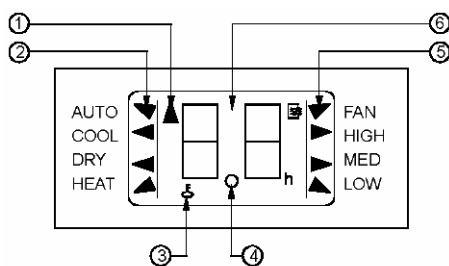

Fig. 2
**REMARQUE** : La figure 2 montre tous les affichages à titre d'illustration, mais pendant le fonctionnement, seuls les aspects relatifs au fonctionnement réel sont affichés.